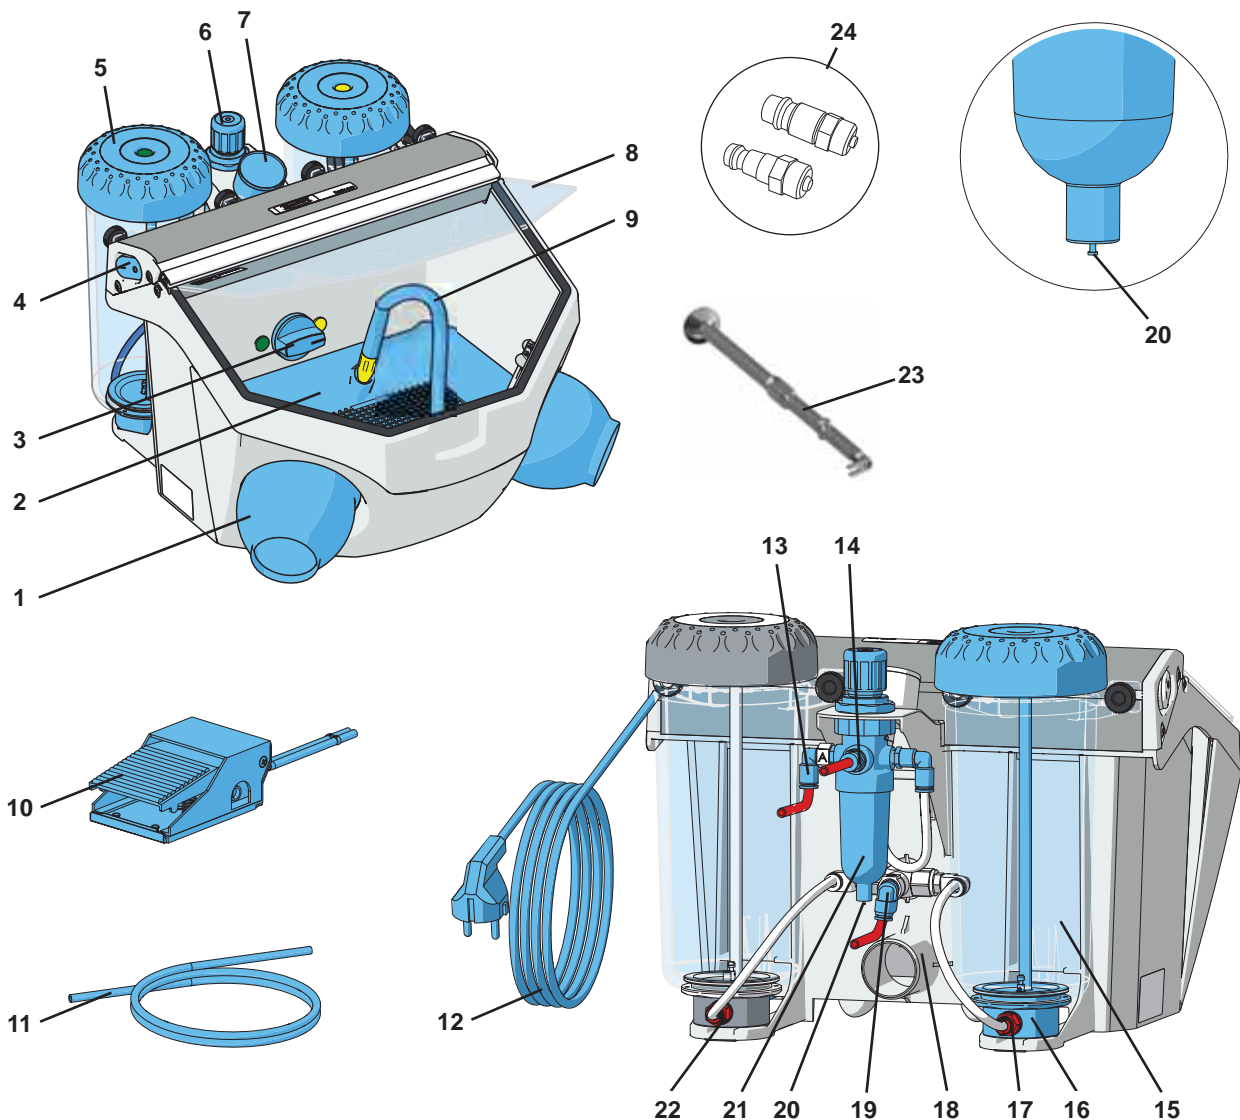

Fig. 1
- ⇒ Unroll the power cable (12, Fig. 1).
⇒ Activate the foot switch (10, Fig. 1).